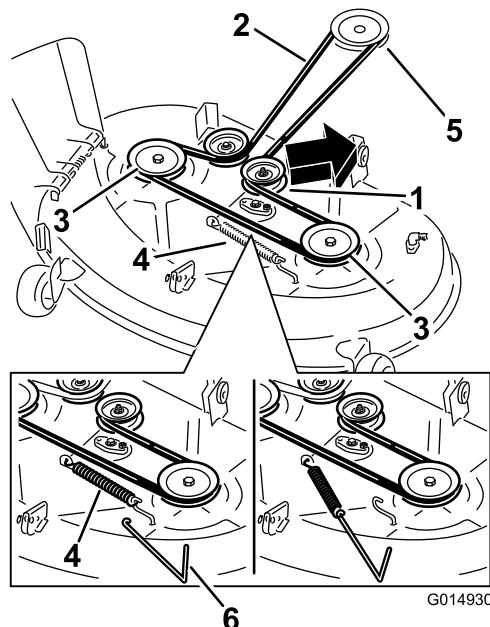
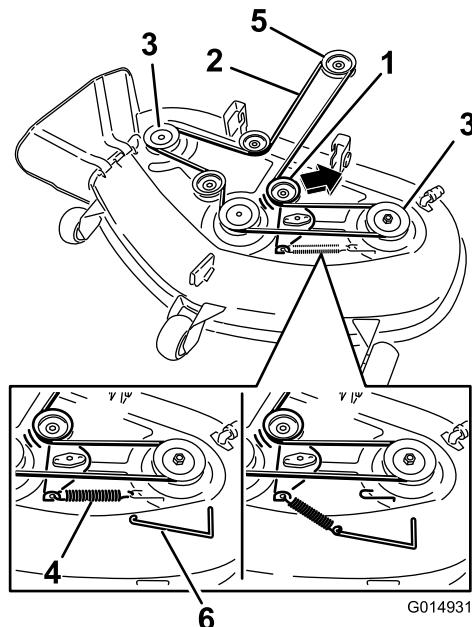

Figura 61
Figura 62
4. Usando una herramienta para la retirada de muelles (Pieza Toro N° 92-5771), retire el muelle tensor del gancho de la carcasa para eliminar la tensión de la polea tensora, y retire la correa de las poleas (Figura 61 y Figura 62).
- Pase la correa nueva alrededor de las poleas del motor y del cortacésped (Figura 62).
- Usando una herramienta para la retirada de muelles (Pieza Toro N° 92-5771), instale el muelle tensor sobre el gancho de la carcasa y tense la polea tensora y la correa (Figura 61 y Figura 62).